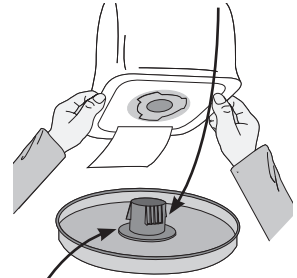

figure 7 | figura 7
6. Install the new bag, ensuring the notches are aligned with the tabs on the adaptor (**figure 7**). Then rotate so they are slightly misaligned, and thus ensure bag retention.
Installer le nouveau sac, en vous assurant d'aligner les coches du sac avec les pointes de l'adaptateur (**figure 7**). Ensuite, effectuer une petite rotation pour les désaligner, assurant ainsi une meilleure rétention du sac.
7. Ensure adequate sealing by ensuring that the bag membrane is inserted as far as the retention ring (**figure 7**).
Assurer l'étanchéité en vous assurant que la membrane du sac est bien insérée jusqu'à la bague de rétention (**figure 7**).